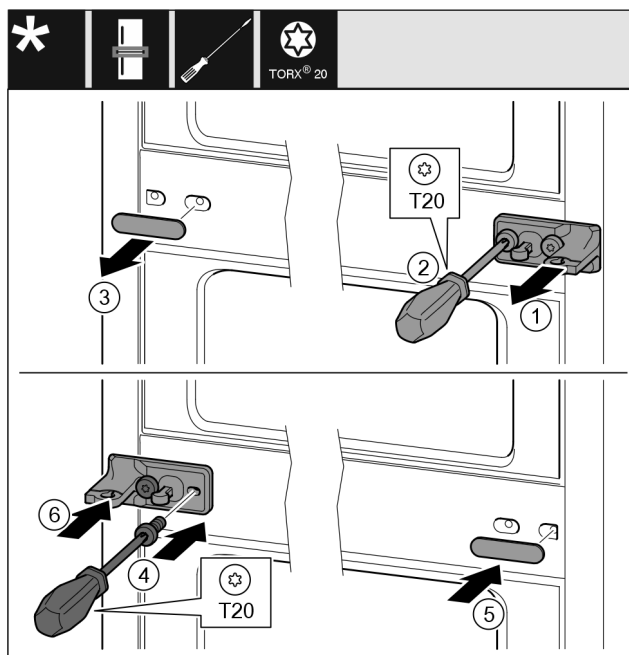

Fig. 21
- ▶ Enlever la rondelle. Fig. 21 (1)
- ▶ Desserrer les vis avec le tournevis T20. Fig. 21 (2)
- ▶ Enlever délicatement le cache. Fig. 21 (3)
- ▶ Visser fermement le support de palier avec film tourné de 180° de l'autre côté. Fig. 21 (4)
- ▶ Poser le cache tourné de 180° de l'autre côté. Fig. 21 (5)
- ▶ Enfiler la rondelle par devant. Fig. 21 (6)